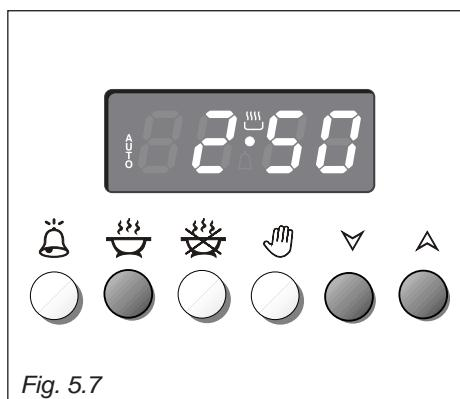

Fig. 5.7
1. Déterminer le temps de durée de la cuisson en pressant le poussoir et le poussoir pour avancer, ou le poussoir pour revenir si le temps désiré a été dépassé (fig. 5.7).